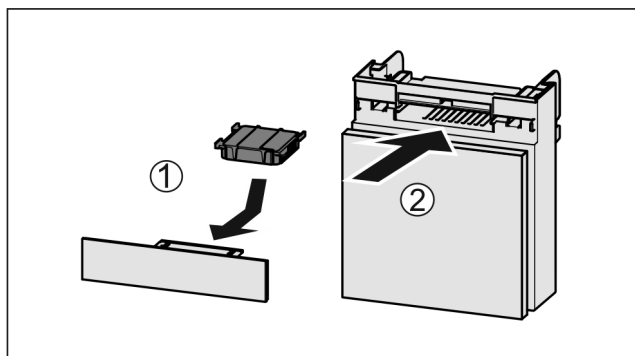

Fig. 171
- Aktivkohlefilter nach Abbildung einsetzen Fig. 171 (1).
- Fach einschieben Fig. 171 (2).